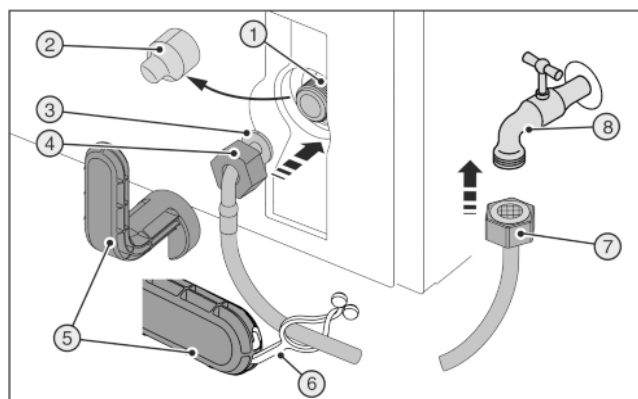
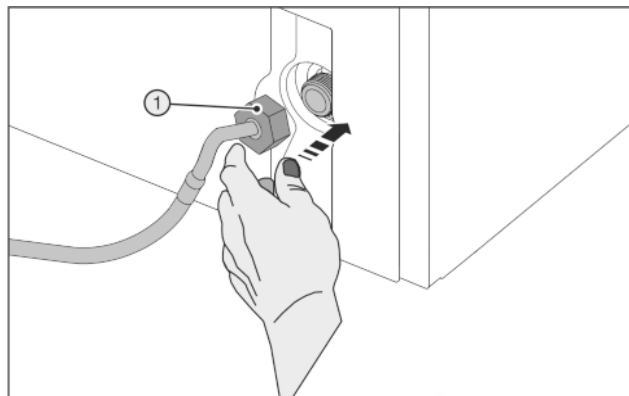

Fig. 28
Fig. 29
Rozbite urządzenie pomocnicze Fig. 28 (5)!
- ▶ Narzędzie pomocnicze Fig. 28 (5) stosować wyłącznie w temperaturze pokojowej.
- ▶ Zdjąć osłonę Fig. 28 (2).
- ▶ Ułatwiony montaż: Prostą końcówkę węża Fig. 28 (7) ułożyć na podłodze, po lewej stronie.
- ▶ Nasunąć nakrętkę Fig. 28 (4) na zagiętą końcówkę węża Fig. 28 (3) do końca i przytrzymać.
- ▶ Ostrożnie umieścić nakrętkę Fig. 29 (1) i przykręcić prosto dwoma palcami na gwincie, aż do uzyskania pewnego mocowania.
- ▶ Nakrętkę Fig. 29 (1) dokręcić przy użyciu narzędzia pomocniczego Fig. 28 (5) w kierunku zgodnym z ruchem wskazówek zegara do momentu osiągnięcia maksymalnego momentu obrotowego i przekręcenia narzędzia pomocniczego Fig. 28 (5).
- ▶ Przykręcić nakrętkę Fig. 28 (7) do zaworu odcinającego Fig. 28 (8).
- ▶ Nakrętkę Fig. 28 (7) dokręcić przy użyciu narzędzia pomocniczego Fig. 28 (5) w kierunku zgodnym z ruchem wskazówek zegara do momentu osiągnięcia maksymalnego momentu obrotowego i przekręcenia narzędzia pomocniczego Fig. 28 (5).
- ▶ Otworzyć zawór odcinający Fig. 28 (8) zasilania wodą i sprawdzić szczelność całego systemu wodnego.
- ▶ Nakładkę Fig. 28 (6) zacześcić w narzędziu pomocniczym Fig. 28 (5) i przymocować do węża z pancerzem ze stali nierdzewnej w celu przechowania.